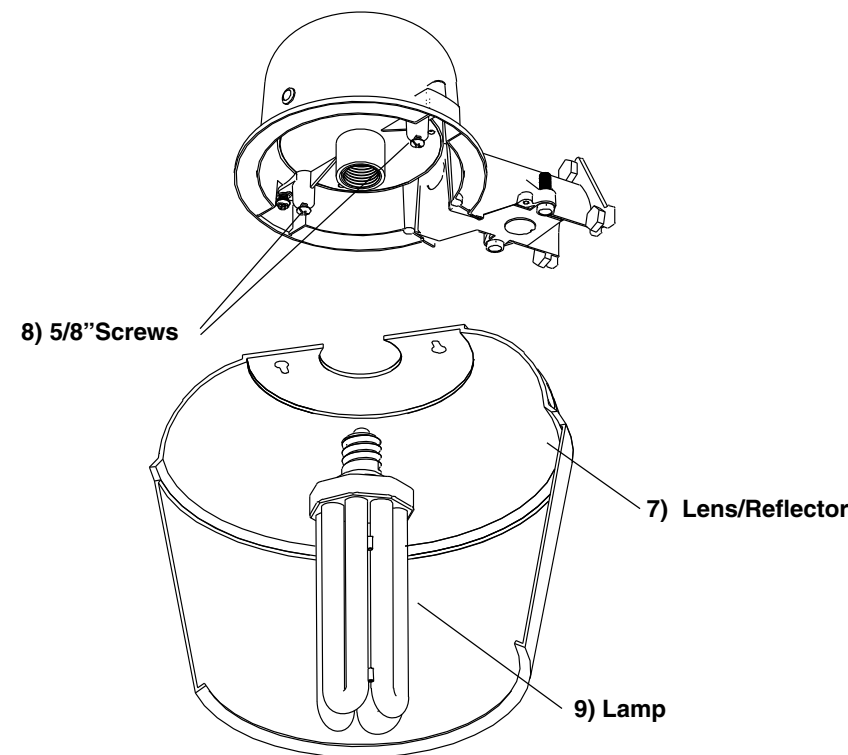

Figure 2
12. Aligner les fentes en trou de serrure de l'ensemble lentille/réflecteur (7) sur la tête des vis installées à l'étape 2, tourner dans le sens horaire et serrer les vis pour fixer solidement. Voir la Fig. 2.
12. Align keyholes in Lens/Reflector (7) with screw heads installed in step 2, rotate counter clockwise and tighten Screws to secure. See Fig. 2.
12. Alinee los ojos de la cerradura en el Lente/Reflector (7) con cabezas de los tornillos instalado en el paso 2, gire al sentido anti-horario y apriete los tornillos para asegurar. **Vea Fig. 2.**